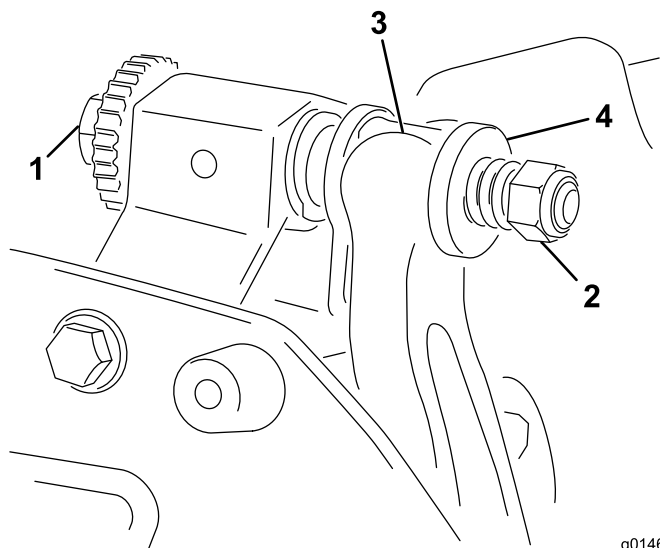

図 13
1. ベッドバー調整ネジを左に回してベッドナイフとリールの接触をなくす（図 13）。
2. スプリング・テンション・ナットをゆるめて、ワッシャがベッドバーを全く押さないようにする（図 13）。